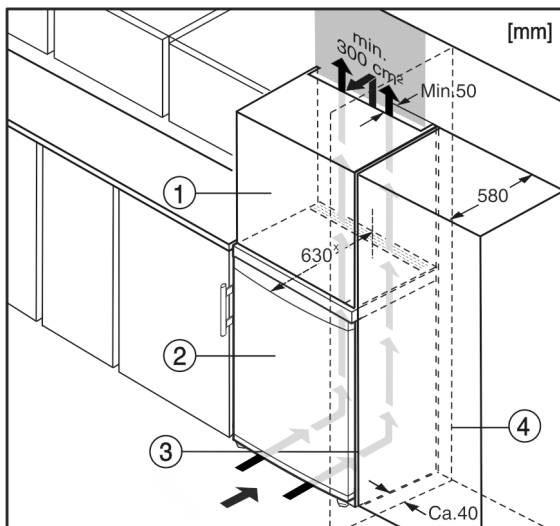

Fig. 5
Перед встановленням пристрою можна змінити його конструкцію відповідно до кухонної шафи. Щоб привести висоту пристрою Fig. 5 (2) у відповідність із розмірами кухонної ніші, можна встановити на нього спеціальну шафу Fig. 5 (1).
При комбінуванні з кухонними шафами (глибина макс. 580 мм) пристрій можна встановити безпосередньо поруч з кухонною шафою Fig. 5 (3). Пристрій виступає збоку на 34 мм × і посередині на 50 мм × відносно передньої панелі кухонної шафи.
Якщо пристрій встановлюється поряд зі стінкою Fig. 5 (4), відстань між пристроєм та стінкою повинна бути не менше 40 мм. Це відповідає необхідній відстані для ручки після відкриття дверцят.